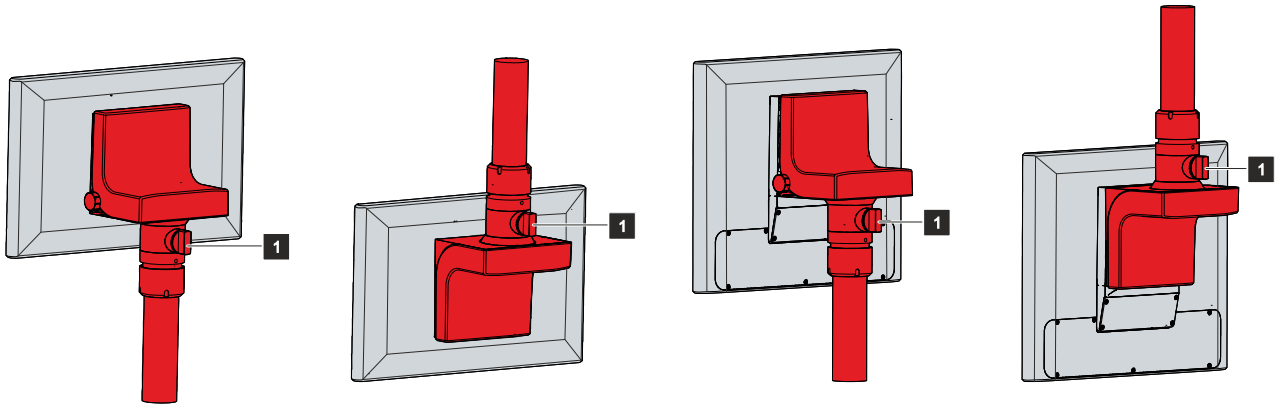

Abb. 19: Optionen Tragarmadapter
Je nach Bestelloption, sind die ab Werk montierten Tragarmadapter entweder nach oben oder nach unten ausgerichtet. Darüber hinaus haben Sie die Möglichkeit, das Gerät mit einer montierten Tastererweiterung zu bestellen (siehe Kapitel 3 Produktübersicht [► 9]). Mit Tastererweiterung kann der Tragarmadapter ebenfalls entweder nach oben oder nach unten ausgerichtet sein. Alle Tragarmadapter verfügen über eine Festellschraube zur Verdrehsicherung (1). Abbildung 19 zeigt das Control Panel beispielsweise mit allen vier ab Werk montierten Tragarmadapteroptionen.